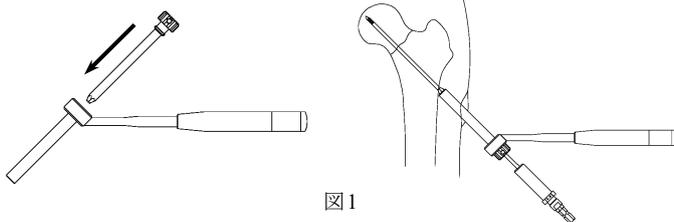

図1
- 骨折部の修復後、遠位のSB フィックスが正面像でカルカー上、軸射像で頸部中央に導入されるよう刺入位置を決定します。刺入点より近位に 20~30mm 程縦切し、ガイドピンスリーブを介して 3.2 ガイドピンを骨頭軟骨下直下まで刺入します。(図1)